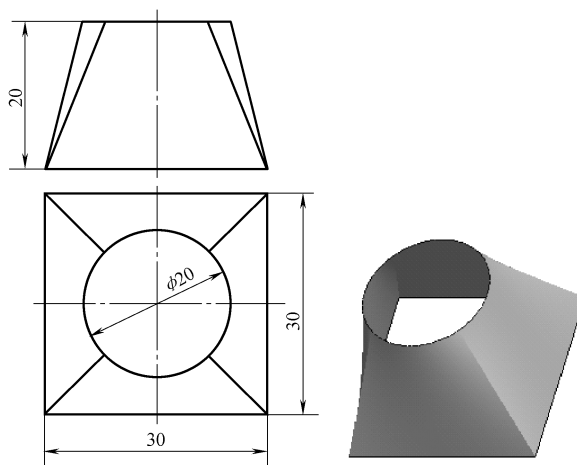

图 6-142 天圆地方曲面
(8) 根据图 6-142 所给的尺寸创建混合曲面（天圆地方曲面）。